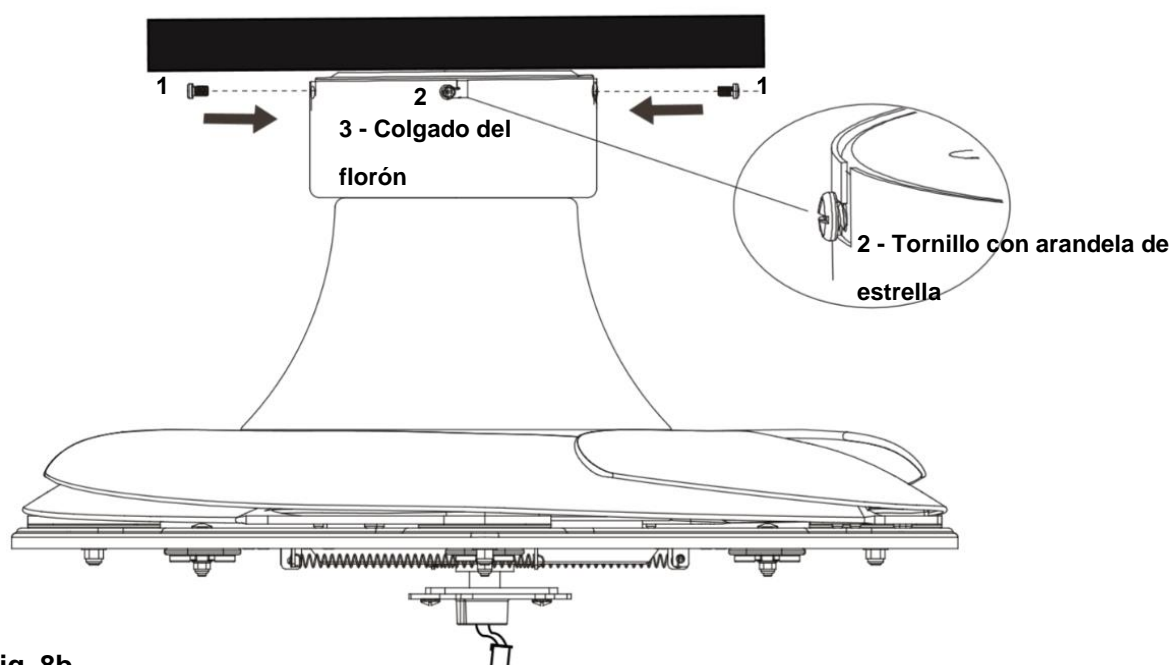

Fig. 8b
- Eleve el florón (3) del conjunto del ventilador hasta el soporte de armado y deje que la ranura en forma de L del florón (3) pase por los dos tornillos del florón con una arandela de estrella (2). (**Fig. 8b**)
- Gire el florón (3) hasta que encaje en su lugar en la sección final de la ranura en forma de L. Asegúrese de que la arandela de estrella esté entre el florón (3) y la cabeza del tornillo. Asegúrelo apretando los dos tornillos del florón con una arandela de estrella (2).
- Asegure y apriete los tornillos del florón (1) al soporte de armado. El florón (3) deberá tener 4 tornillos (1) y (2) en total. Evite dañar el cableado eléctrico previamente instalado al colgar el florón.